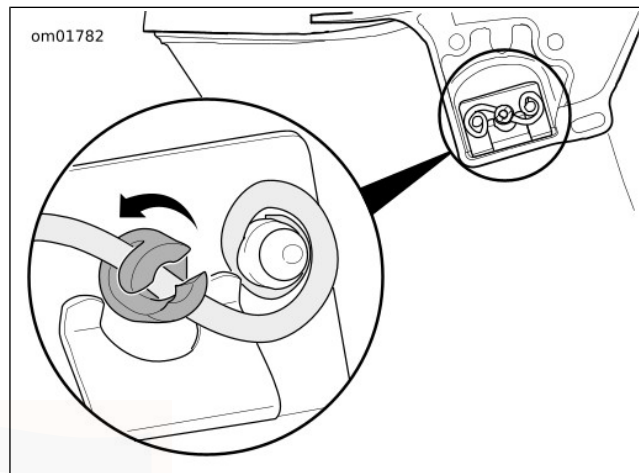

Figure 60. Pose des goujons de montage (vue en coupe)
3. Voir Figure 60. Enfoncer les goujons de montage et tourner d'un quart de tour dans le sens horaire pour enclencher le loquet en fil métallique.